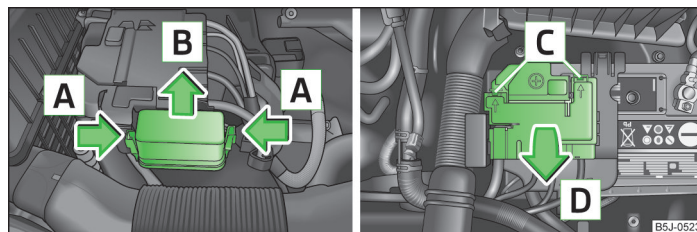

Fig. 151 Bateria del vehículo: Tapa de la caja de fusibles
- Apretar el estribo de seguridad de la cubierta de la caja de fusibles simultáneamente en el sentido de la flecha **A** » fig. 151 retirando la cubierta en el sentido de la flecha **B**.